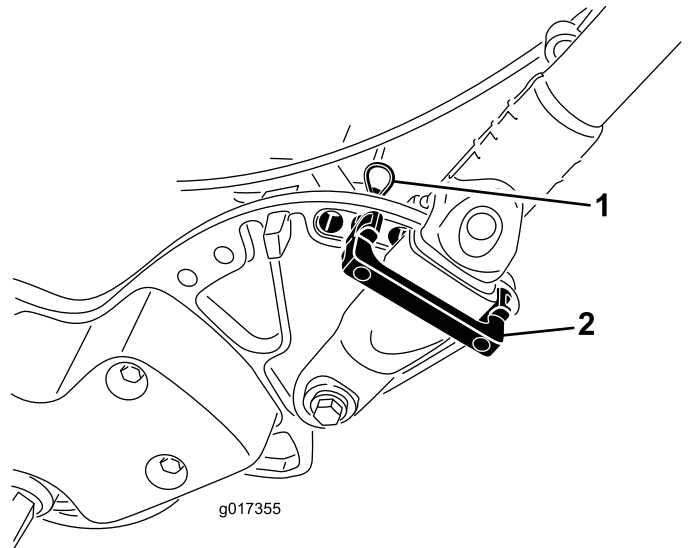

Figura 32
1. Retire os pernos de gancho dos fixadores da pega em cada lado da máquina (**Figura 32**).
2. Suportando a pega, retire os pernos de gancho de cada lado e rode a pega até a colocar na posição desejada para sua utilização (**Figura 32**).